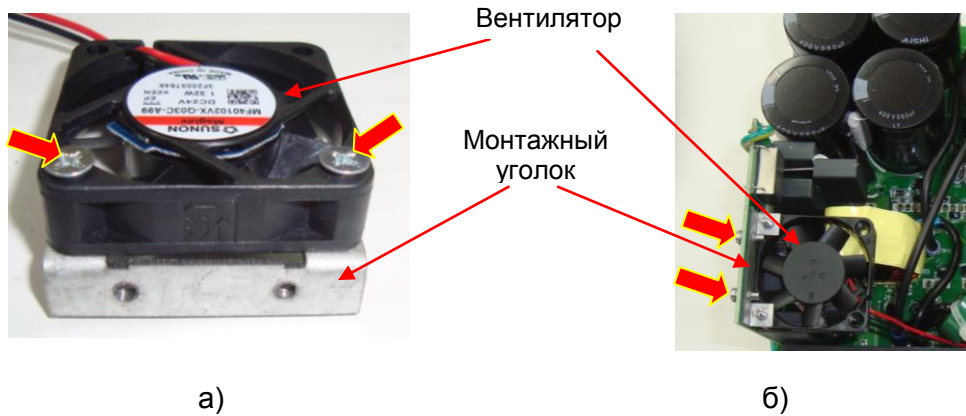

Рис. 7.5
7.5.1. Вкрутить 2 винта крепления внутреннего вентилятора к монтажному уголку, обратив внимание на их взаимное расположение (красные стрелки, рис. 7.5,а).
7.5.2. Установить внутренний вентилятор, прикрепив его винтами к панели ЭМИ-фильтра (красные стрелки, рис. 7.5,б).